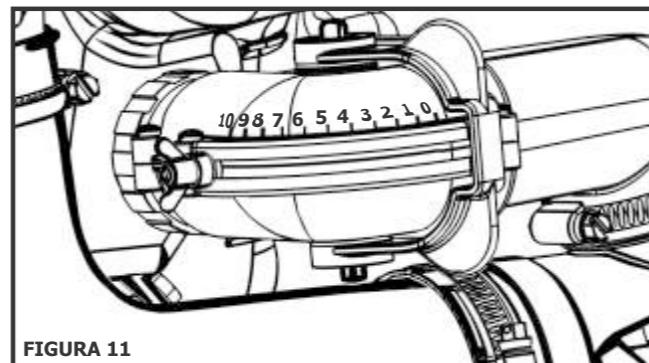

FIGURA 11
c) Tuerca de reglaje del dosificador: después de escogida la descarga deseada, fije manualmente esta tuerca, de tal forma que la regulación no se altere durante la aplicación (Figura 11).